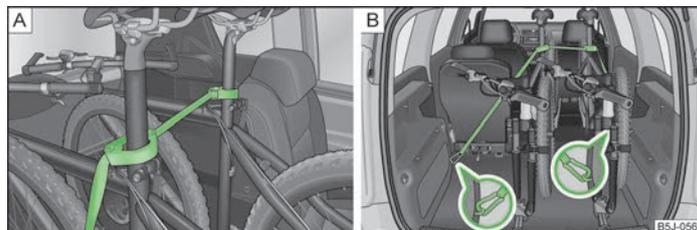

Fig. 56 Asegurar las bicicletas
- Colocar la abrazadera con la pieza de goma hacia delante (en el sentido de la marcha) en la parte más baja posible del soporte del sillín y cerrarla » fig. 56 - **A**.
- Para transportar dos bicicletas, tensar la correa » fig. 56 - **A**) entre los sillines separando las bicicletas.
- Enganchar el gancho de mosquetón en los extremos de la correa en las argollas de amarre detrás de los asientos posteriores » fig. 56 - **B**.